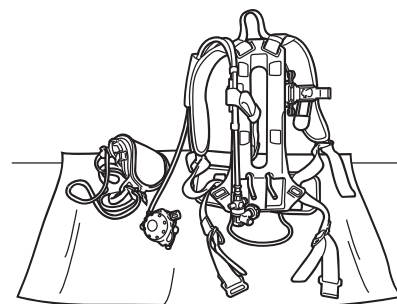

図58 陰干し
3. 粉じんや溶剤等がない風通しのよい直射日光の当たらない場所で2時間以上乾燥させる。（図58参照）